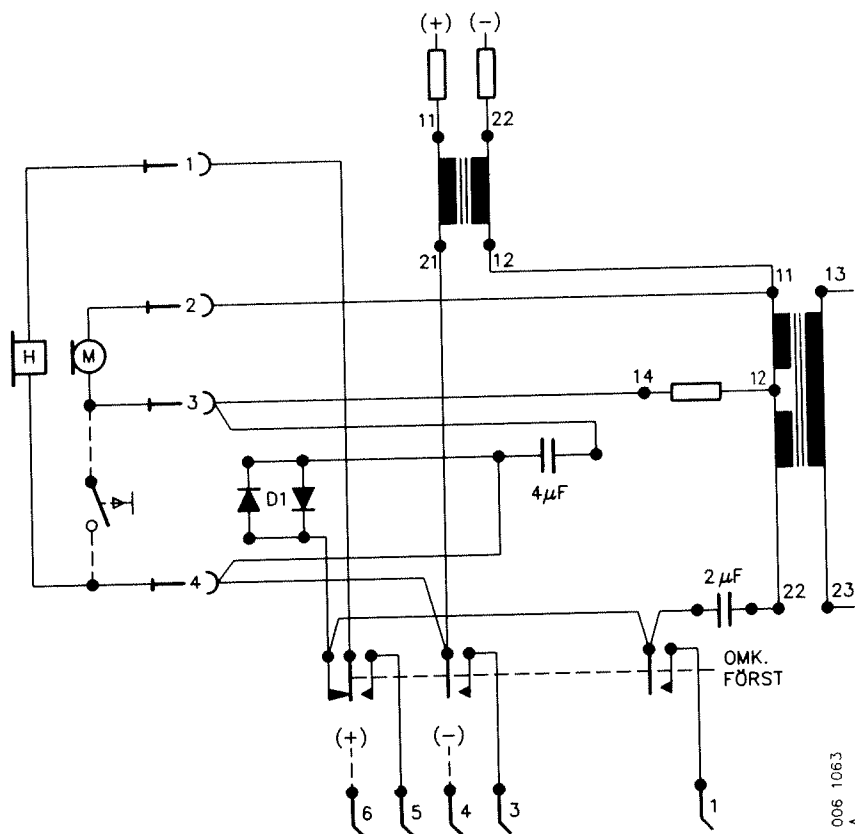

Bild 5. Enhetens koppling före modifiering
- Bild 5 visar enhetens koppling före modifiering.